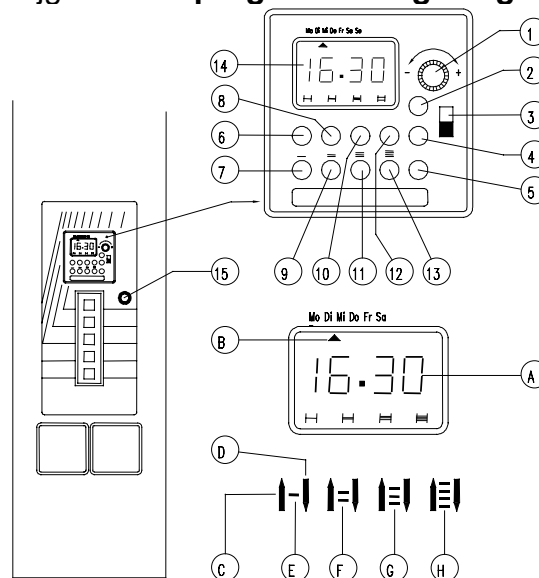

Fig. 10
De werking van de klok kan met de hand worden uitgeschakeld door schakelaar (3, fig. 10) in stand 0 te schuiven. Met de sleutelbediende schakelaar (15, fig. 10) kan men de werking van de keuzetoetsen blokkeren. Hiermee kan dan worden voorkomen dat de gemaakte instelling voor de hoeveelheid, ongewenst wordt gewijzigd. De instelmogelijkheden van de schakelklok worden hiermee niet geblokkeerd of beveiligd.
De instelling van de blokken van de klok gebeurt met stappen van 10 minuten. Hiermee is meteen de minimum tussenruimte in tijd en de tijdsduur van de blokken vastgelegd. De maximale duur van een blok is 24 uur (van 00.00 uur tot 24.00 uur) terwijl elkaar overlappende blokken (ook die waarvan de begin- en eindtijd op hetzelfde tijdstip vallen) als één blok worden gezien. Als de betreffende tijden van een blok zijn ingesteld wordt dit op het display, boven de instelknoppen, aangegeven \wedge (= inschakeltijd) en \vee (= uitschakeltijd) 14 C en D (fig. 10).
Het al of niet zichtbaar zijn van de liggende streepjes (E, F, G en H, fig. 10), overeenkomend met de streepjes C, D tussen de rode en blauwe instelknoppen, geeft aan of het betreffende blok is ingeschakeld of niet.
Betekenis van de cijfers en letters bij fig. 10:
1. Verzeker u ervan dat de klok aangesloten is op de elektriciteit en stel de keuzeschakelaar (**3, fig. 10**) in stand "klokje" .
2. **Wissen:** Druk op de knop **CL (2, fig. 10)**, hiermee worden alle instellingen, ook die van al ingestelde blokken gewist.
3. **Huidige dag instellen:** Druk op de knop **WT (5, fig. 10)** en houd deze ingedrukt.
4. Draai de draaiknop (**1, fig. 10**) in de + richting tot op het display de **huidige dag** wordt aangegeven met pijltje  (**B, fig. 10**). Laat hierna knop **WT 5** los.
5. **Huidige tijd instellen:** Druk op de knop **UHR (4, fig. 10)** en houd deze ingedrukt.
6. Draai de draaiknop naar + of - tot het display de juiste tijd aangeeft (**A, fig. 10**). Laat hierna de UHR-knop **4** los. De tijd is nu ingesteld.
7. Druk op de WT-knop (**5, fig. 10**) en houd deze ingedrukt.
8. Draai de draaiknop naar + of - tot het display de weekday aangeeft met het pijltje  (**B, fig. 10**) waarop men een blok wil instellen. Hierna laat men knop **WT 5** los.
9. **Tijdblokken instellen, begintijd:** Druk op de rode knop van het in te stellen blok (**6, 8, 10 of 12, fig. 10**) en houd deze ingedrukt.
10. Draai de draaiknop tot de gewenste begintijd van het blok op het display (**A, fig. 10**) verschijnt. Laat hierna de rode knop los.
11. **Tijdblokken instellen, eindtijd:** Druk nu op de blauwe knop voor het in te stellen blok (**7, 9, 11 of 13, fig. 10**) en houd
12. Draai de draaiknop tot de gewenste eindtijd van het blok op het display (**A, fig. 10**) verschijnt. Laat hierna de blauwe knop los.
16. Druk na het instellen van alle blokken nog eenmaal kort op de knop **UHR (4, fig. 10)**. Hierdoor geeft de klok weer de normale dag en tijd aan en worden de ingestelde blokken actief.
Door de keuzeschakelaar (**3, fig. 10**) na het instellen in de stand  te zetten, werkt de installatie alleen binnen de ingestelde blokken. Zet men de keuzeschakelaar in de stand **I** dan kan de installatie altijd werken. In de stand **0** is de installatie permanent geblokkeerd.